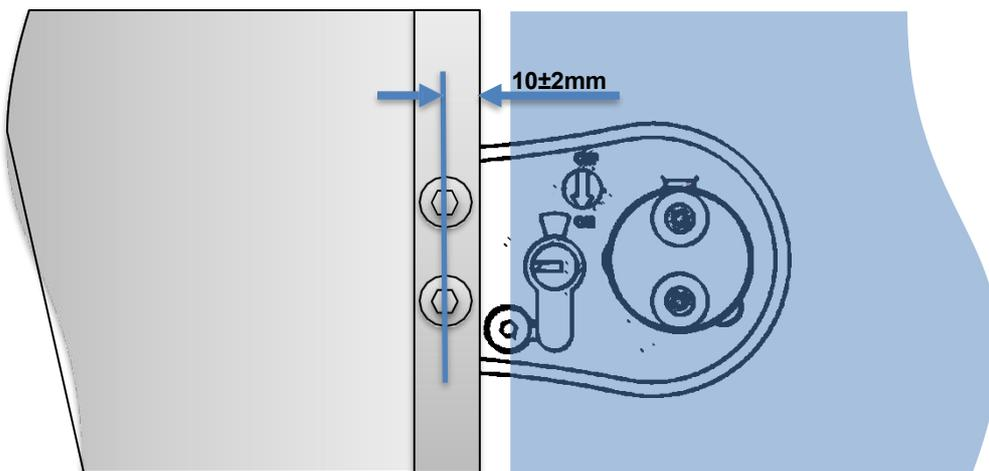

Fig.5
- Les boulons M8 sont placés à environ  $10 \pm 2$  mm du bord vertical de l'ouverture de la porte (voir fig. 5). Il s'agit d'une surface de la porte très résistante. La tolérance indiquée est utilisée pour permettre à la tête cylindrique de la boulon M8 d'être positionnée à l'intérieur du bord et jamais au-delà.
La fixation de la coque se fait normalement par des trous sur le bord extrême de la porte à l'aide des deux boulons M8 à tête de bouton. Avant de percer, vérifiez que la tête de la boulon M8 est contenue dans le bord (voir fig.5).